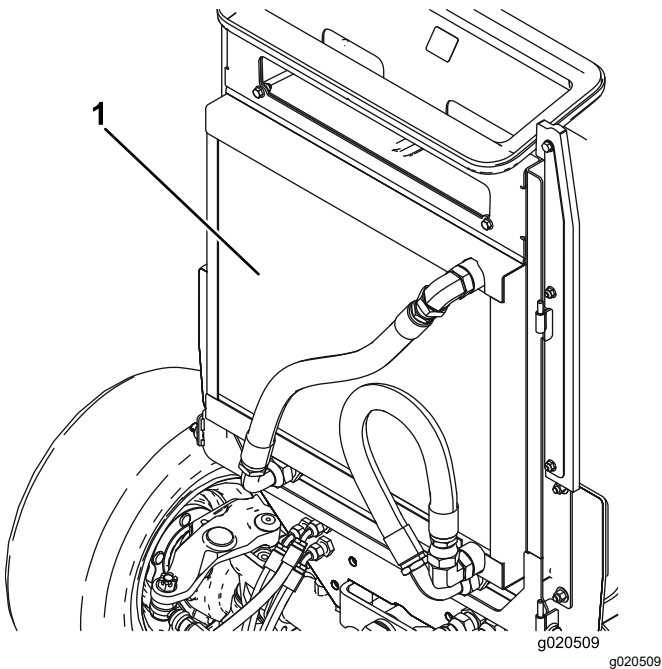

图 79
4. 用压缩空气彻底清洁油冷却器两侧/散热器区域 (图 79)。从前面开始将杂物向背面吹出。然后从背面清洁再向前面吹。重复此程序数次直至所有草屑和杂物都被清除。